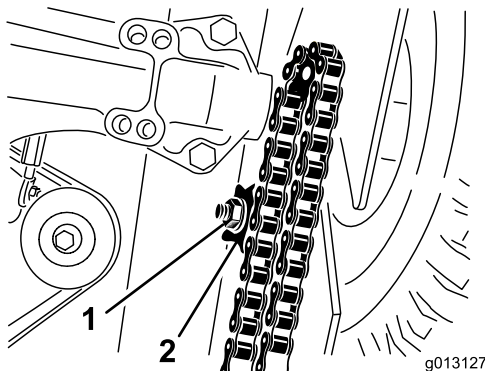

Figure 33
- Desserrez l'écrou qui fixe le pignon de tension de la chaîne que vous tendez (Figure 33).